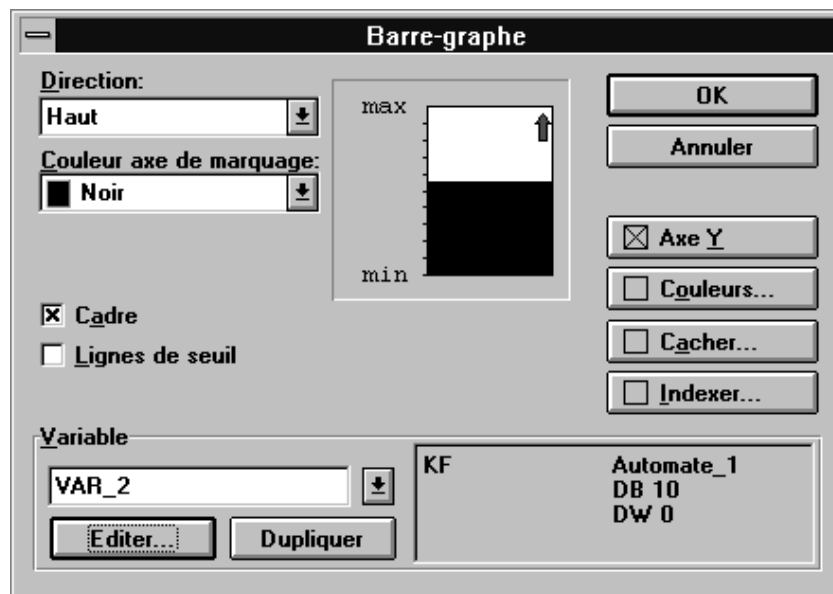

Figure 7-11 Spécification d'une barre-graphe
2. Positionnez le pointeur de la souris sur l'emplacement de l'image où vous voulez placer le champ. Maintenez la touche gauche de la souris enfoncée et faites glisser pour tracer le champ à la taille voulue. La boîte de dialogue représentée dans la figure 7-11 apparaît lorsque vous relâchez la touche de la souris. Vous pouvez y spécifier la barre-graphe.